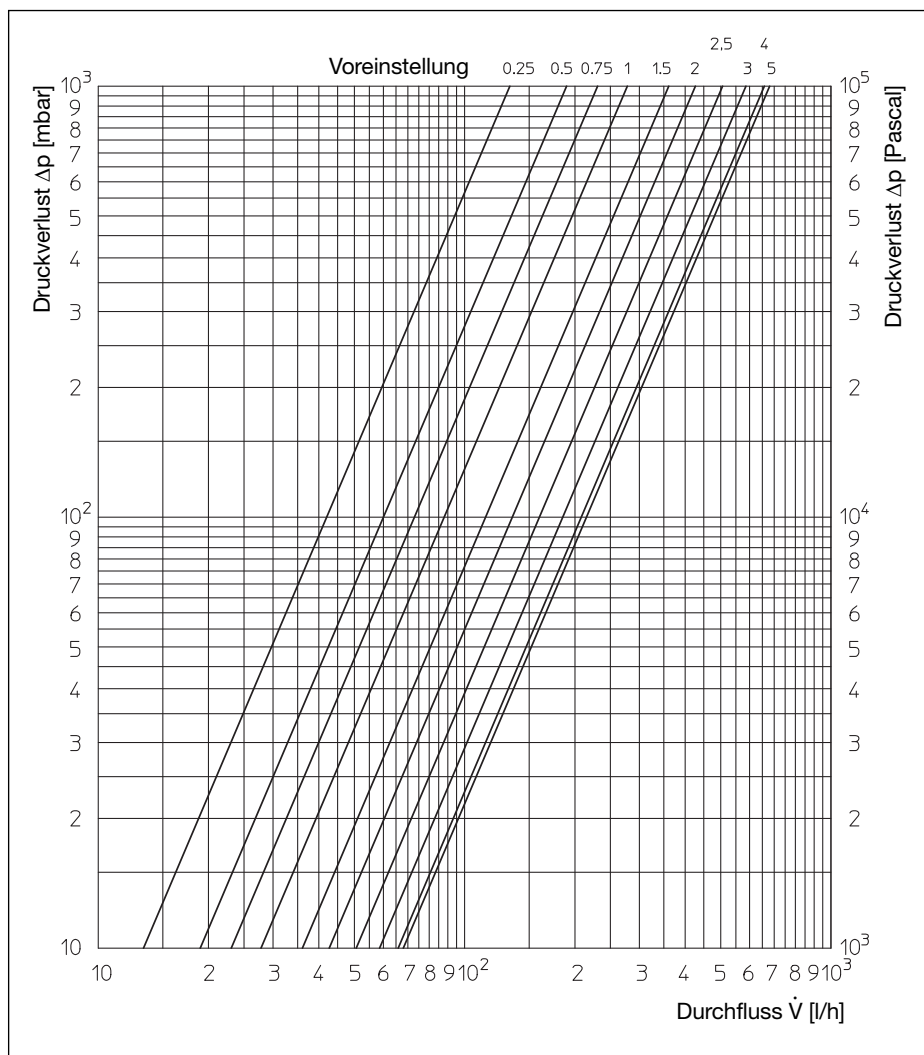

Abb. 7.1: Diagramm Reguliereinsetz, 2K P-Abweichung, Bypass Voreinstellung 1,4 (25%)
- Ventilkegel mit dem Innensechskantschlüssel SW4 entsprechend den laut Diagrammen (Abb. 7.1 bis 7.4) gewählten Umdrehungen durch Linksdrehen einstellen.